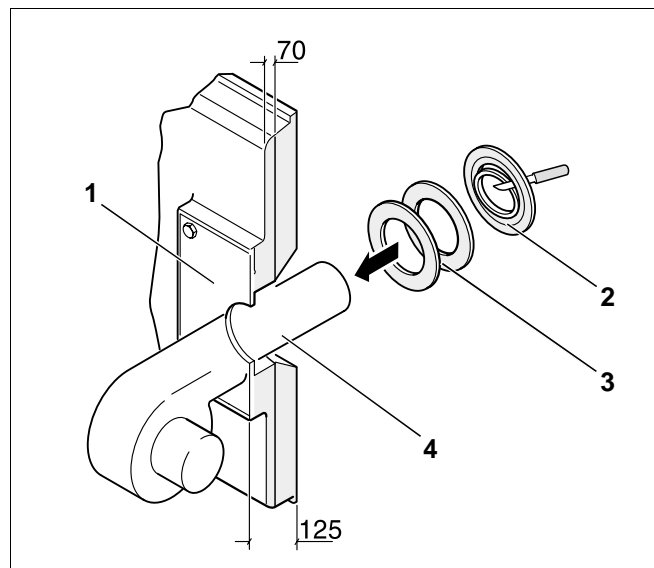

Fig. 28 Montering af brænder
- Udbor eller udkær et hul i brænderpladen (Fig. 28, **pos. 1**) som passer til den nødvendige brænderrørsdiameter (Ø maks. 270 mm). Bor huller til fastgørelse af brænderen efter brænderflangens hulmønster.
- Udkær isoleringsringe i overensstemmelse med brænderrørets diameter (Fig. 28, **pos. 2**).
- Udfyld den tilbageblevne spalte mellem brænderdørens isolering og brænderrøret (Fig. 28, **pos. 4**) med de tilpassede isoleringsringe (Fig. 28, **pos. 3**).